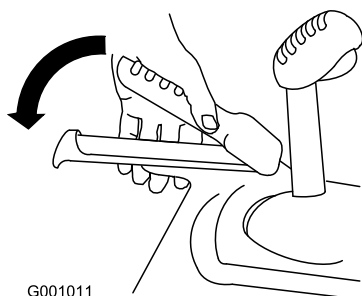

Figure 19
3. Serrez le levier gauche (déplacement) contre la poignée (Figure 19).
6. Serrez le levier gauche (déplacement) contre la poignée (Figure 19).